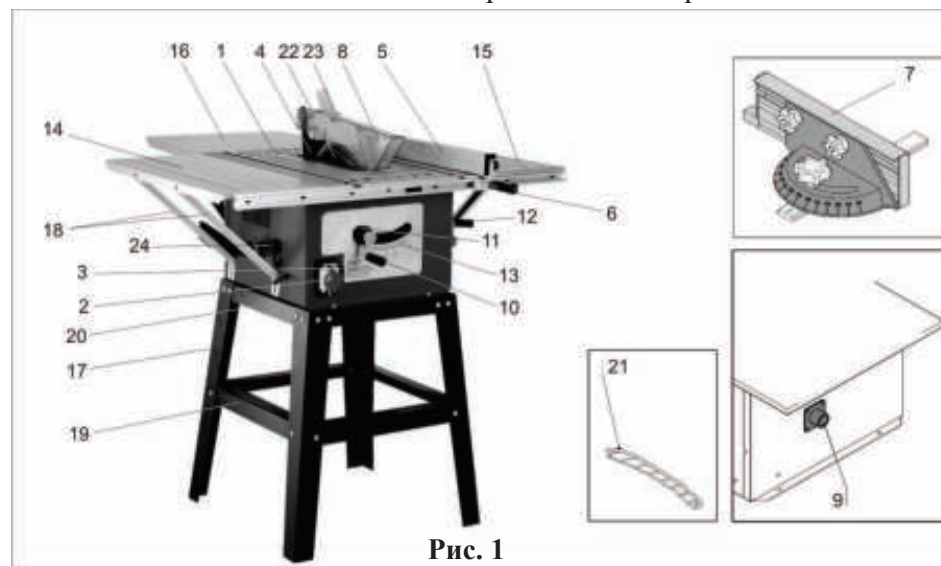

Рис. 1
3.1 Общий вид пилы схематично представлен на рис. 1
8. Основные операции (рис.1)
Для предотвращения «обратного удара» на данной пиле применяется расклинивающий нож **4** (рис. 1). Расклинивающий нож является защитным устройством и для обеспечения безопасной работы и должен быть правильно установлен. Расстояние между наружным краем пильного диска и расклинивающим ножом должно составлять от 3 до 5 мм.
7.3 Регулировка угла наклона пильного диска (рис. 1).
7.4 Фиксатор угла наклона пильного диска. (рис. 1).
7.5 Регулировка глубины пропила (рис. 1).
7.6 Параллельный упор (рис. 1)
7.7 Использование упора для косого и поперечного пиления (рис. 1).
7.8 Использование специального упора (рис. 1).
7.9 Отсос опилок (рис. 1).
7.1. Установка рукояток регулировки подъёма пильного диска и установки угла наклона (рис.1)